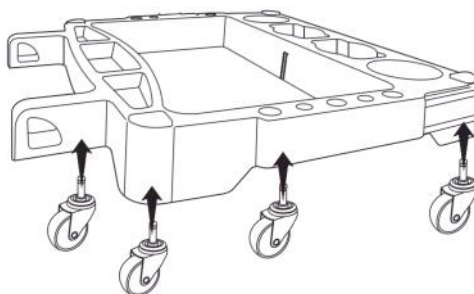

Fig. 2
2. Insérez les quatre roulettes (3) dans les douilles et assurez-vous qu'elles sont installées sécuritairement (fig. 2).